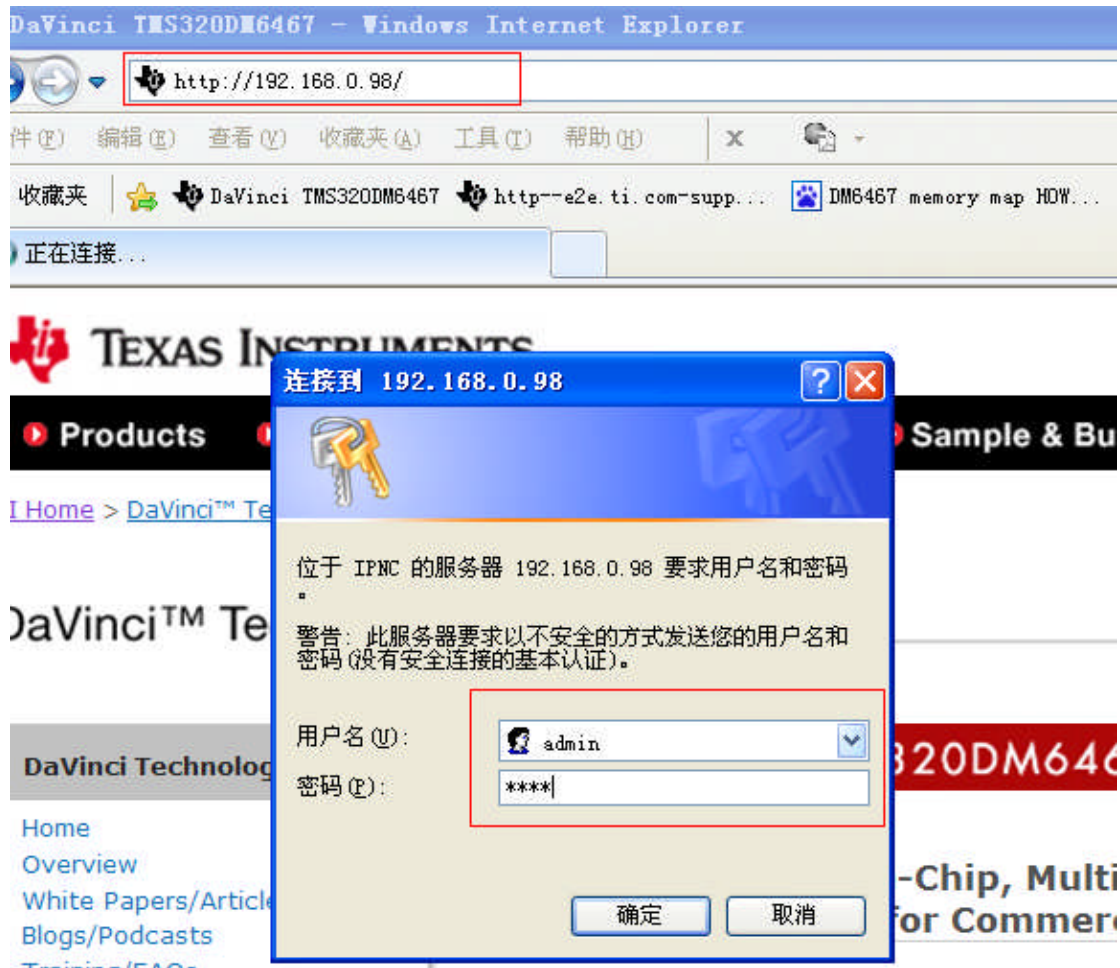

图 6-2 IPNC 登录界面
2.后将其地址输入浏览器中，将会弹出登录界面，输入相应的用户名及密码即可，如图 6-2 所示。